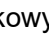

Rys. 2.
- W przypadku montażu na ścianie zapoznać się ze schematem przedstawionym na Rys. 2. W zestawie znajdują się wszystkie elementy potrzebne do montażu.